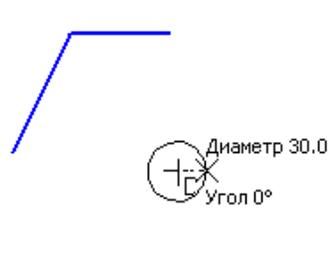

Рисунок 11. Создание окружности.
1. Нажмите кнопку *Окружность* на панели инструментов *Геометрия*. Щелкните кнопкой мыши в любой точке документа, в которой будет находиться центр создаваемой окружности. Отведите мышь в сторону, «растягивая» окружность, и щелкните кнопкой мыши, зафиксировав значение диаметра, например 30 мм (рис. 11)